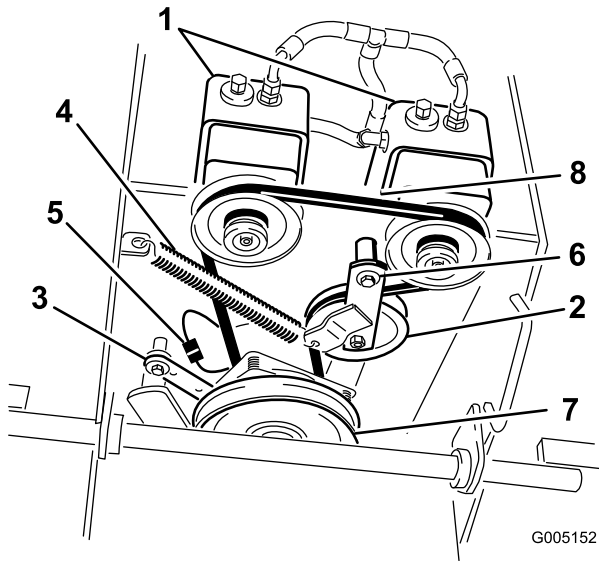

Figure 48
- Détachez le dispositif de retenue de l'embrayage du plancher moteur (Figure 48).
- Décrochez le ressort de tension du bâti (Figure 48).
- Placez le ressort de tension entre le bras de la poulie de tension et la patte du bâti (Figure 48).
- Reposez le dispositif de retenue de l'embrayage sur le plancher moteur (Figure 48).